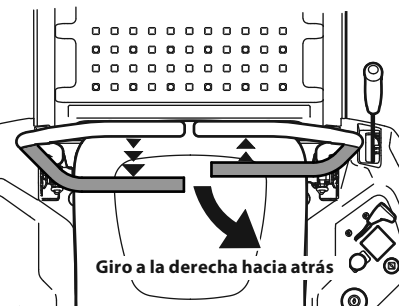

Figura 24
2. Para girar a la derecha mientras se desplaza marcha atrás, mueva la palanca de control del lado derecho hacia adelante respecto de la palanca de control de la transmisión izquierda. Consulte la Figura 24.